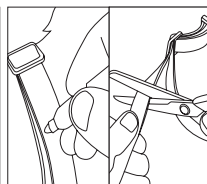

Fig. 4
- Nadat u de halsband op de juiste maat hebt gebracht, kunt u de overtollige lengte afknippen (Fig. 4).